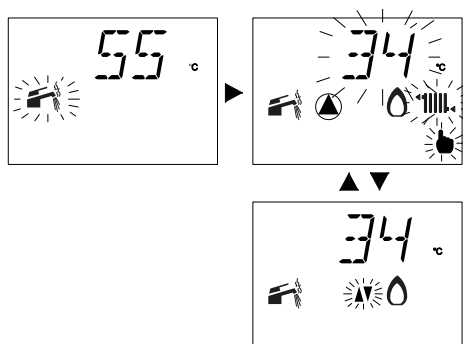

Figura 7.11
- Sul display LCD la variazione è segnalata con l'accensione alternata dei simboli riportati nella Figura 7.11.